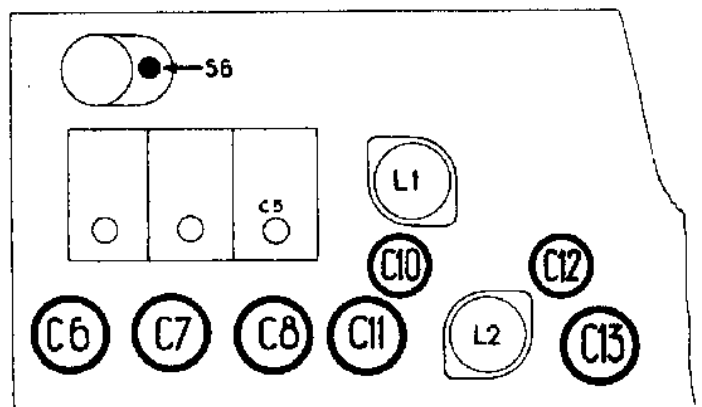

Fig. 4
3. Regel ijzerkern van S6 met geïsoleerde schroevendraaier op minimale output. (Fig. 4).
5. Regel achtereenvolgens C8, C7 en C6 op max. output (fig. 4).
9. Afstemcondensator C5 kortsluiten naar aarde. (Fig. 4).
5. Condensator C5 kortsluiten. (Fig. 4).
14. Condensator C5 kortsluiten (Fig. 4).